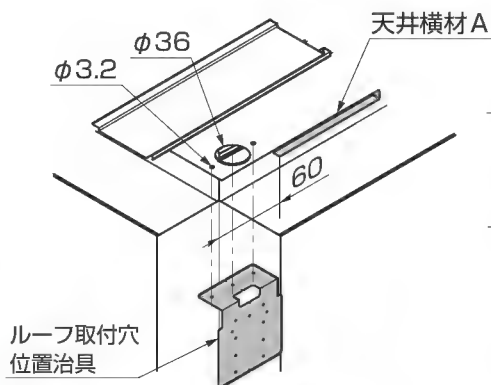

図11-32 A部詳細図
- 天井横材Aは縦樋がつく側の端部から60mmの範囲は取付けしないでください。(図11-32参照)